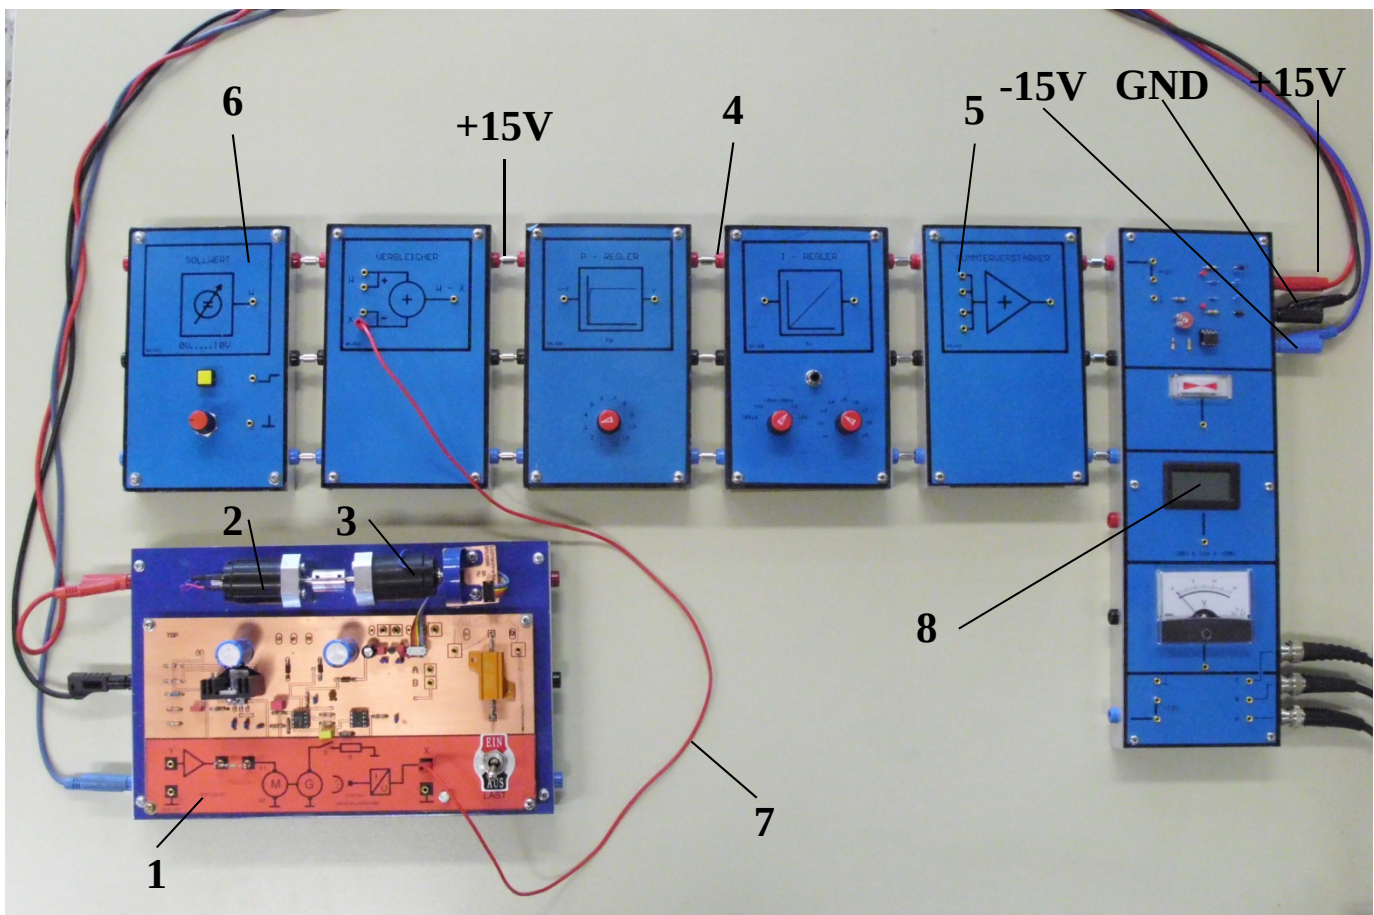

Bild 11: Der modulare Versuchsaufbau
Bild 11 zeigt ein Foto des kompletten Versuchsaufbaus. Es gibt einen kleinen DC-Motor-Generator Satz (1), welcher als Regelstrecke dient. Regelziel ist, dem Gleichstrommotor (2) eine gewünschte konstante Drehzahl n aufzuprägen, die durch einen Generator (3) mit seinem Bremsmoment M_W , nicht gestört werden darf. Der DC-Motor wird also in der Betriebsart „Drehzahlregelung“ betrieben. Da die Drehzahl n als Regelgröße hier im Versuch stets konstant sein soll, entsteht in der Terminologie des Regelungstechnikers eine „Festwertregelung“ mit der Konsequenz einer weiteren sprachlichen Abgrenzung der Begriffe: Die Regelgröße heißt hier „Istwert“, die Führungsgröße ist der „Sollwert“.